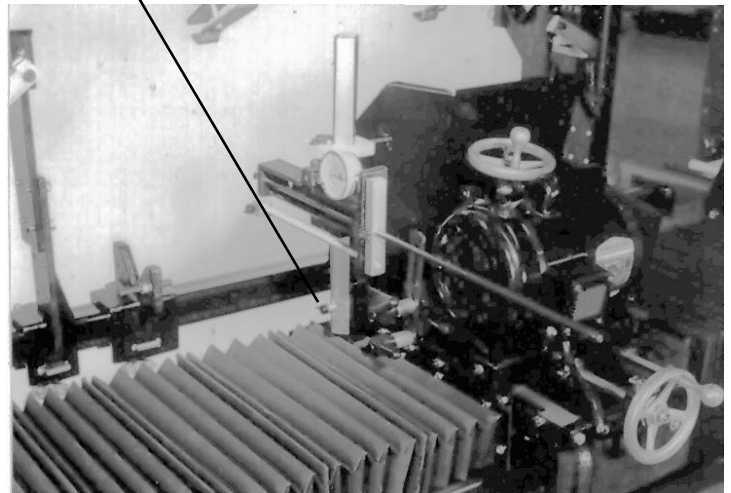

FIG. 40
Il dispositivo è montato sull'angolo anteriore sinistro del gruppo testa di molatura, come illustrato nella FIG. 40.
- A. Montare il calibro di montaggio in posizione sul lato anteriore destro del gruppo testa di molatura. Il gruppo calibro può essere installato sulla coppiglia sulla base scorrevole della testa di molatura. Così facendo, la manopola a T si allineerà con il foro filettato nel pezzo per un'installazione semplice. Vedere la FIG. 40.